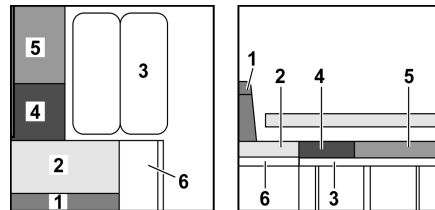

Bild 135 Während des Umbaus
- Sitzbankverlängerung (Bild 135,6) nach oben klappen und mit Klappe verkeilen.